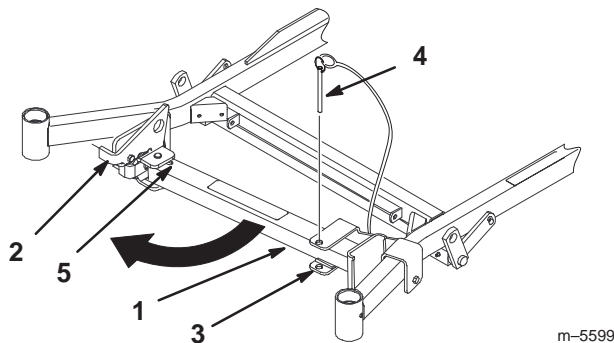

Figure 24
2. Retirez la goupille du support (Fig. 24).
3. Soulevez le verrou. D ployez le pied du support et poussez le support vers la machine, au bas de la fente (Fig. 24 et 25).
4. Ramenez le support   sa position de repos (Fig. 24).